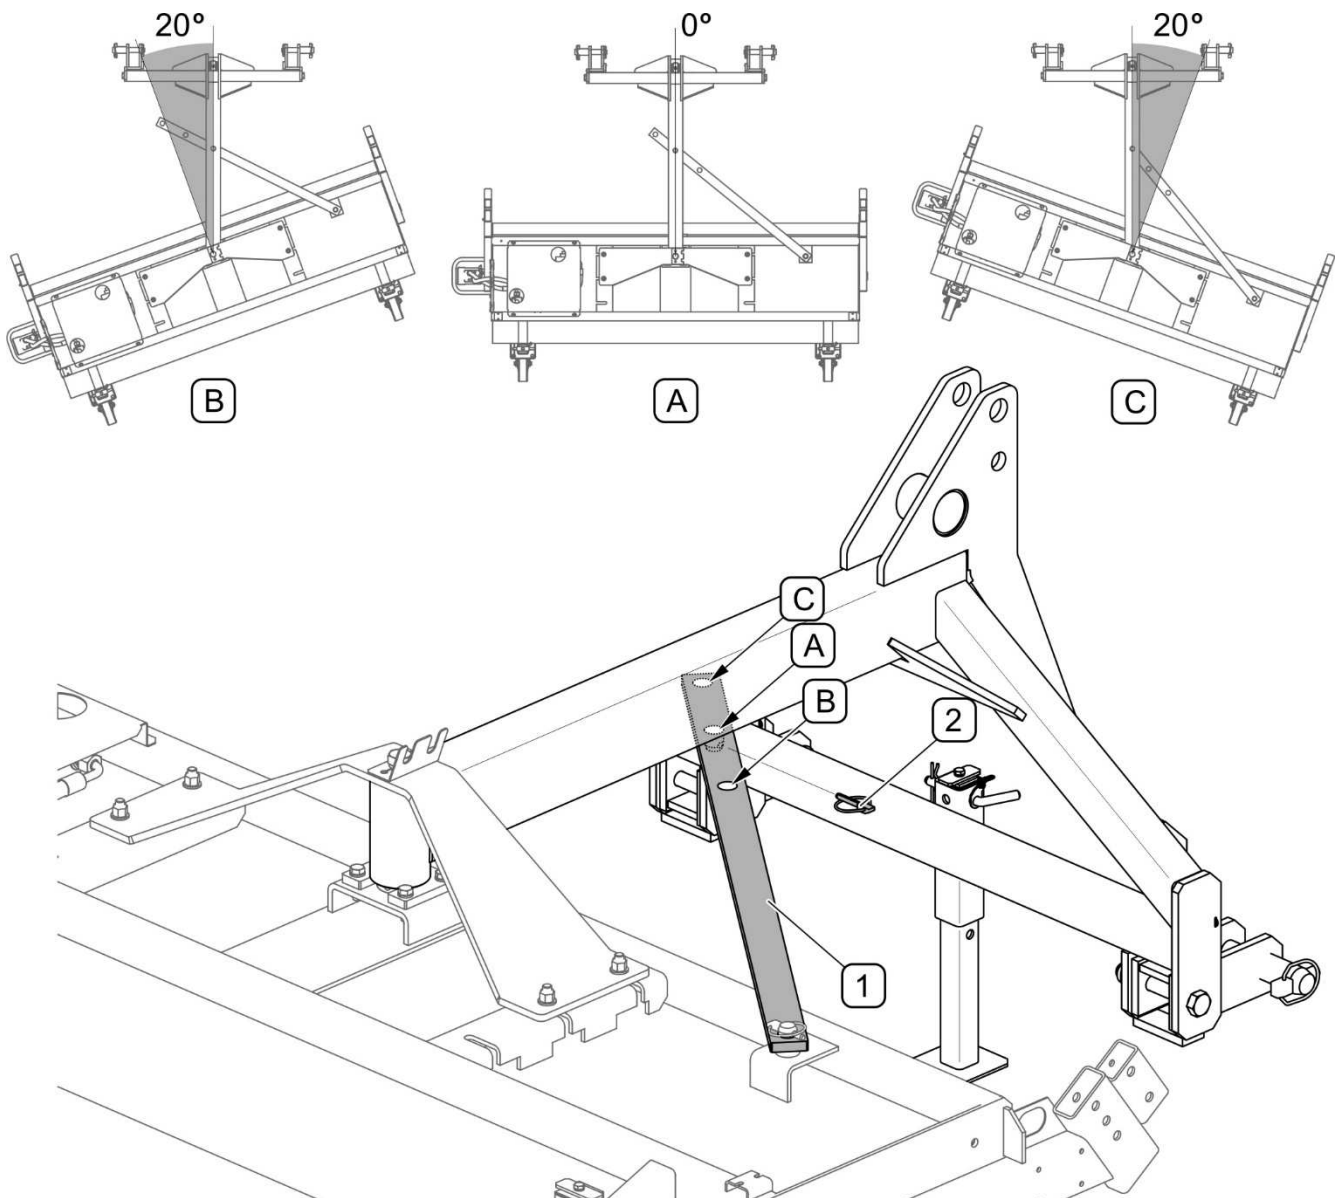

FIGURE 4.8 Changement de l'angle de travail du rouleau de balayage
(1) - règle; (2) - goupille fendue; (A) - ouverture réglant le braquage 0° ; (B) - ouverture réglant le braquage à droite 20° ; (C) - ouverture réglant le braquage à gauche 20°
Le réglage de l'angle de travail du rouleau de balayage (FIGURE 4.8) s'effectue en changeant la position du boulon dans l'ouverture de blocage appropriée (A), (B), (C) de la règle (1). La fixation du boulon dans l'ouverture (A) de la règle (1) est faite lorsque la balayeuse travaille avec le braquage 0° . La position choisie doit être verrouillée par goupille fendue (2). Les ouvertures (B) et (C) sont utilisées pour le travail avec le braquage 20° à droite ou à gauche. Le réglage de la balayeuse sous un angle ne doit être fait que lors de l'exploitation sans bac de ramassage.